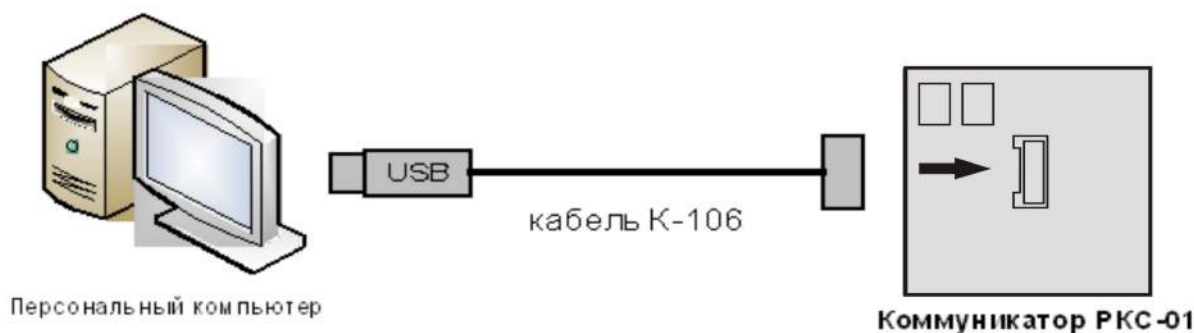

Рисунок 3: Подключение коммуникатора РКС для настройки параметров.
2. Подключите кабель К-106 к свободному USB-порту компьютера (см. рис. 3). Начнется установка ПО с помощью «Мастера обновления оборудования».